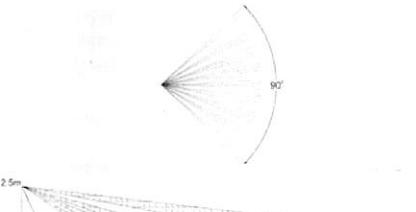

Fig. 3:
**Gåtest for melderen:** For at bestemme hvilket mønster melderen laver skal der gennemføres en gåtest. Dette gøres ved at gå langs med melderenes registreringsområde. Vær i denne forbindelse opmærksom på diagrammet for registreringsområdet (fig. 3). Hold øje med LED'en, så der sikres en komplet odfænkning. Denne test bør gentages en gang om ugen.